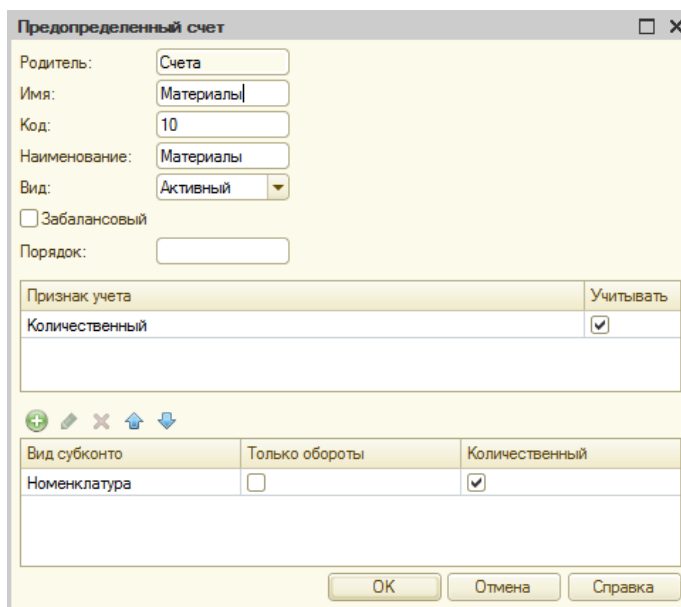

Рисунок 23.7 - Предопределенный счет «Материалы»
- **Материалы**, код 10, активный, с количественным учетом в разрезе материалов (рисунок 23.7).